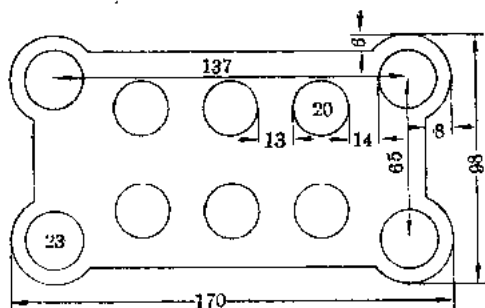

图 3
1. 活动横梁的上、下底 按图 3 在两张 170×95 [毫米]² 卡片纸上画出四边形状和立柱孔位置,再在其中作为上底的一张纸上按图 3 及表格中有关数据画出立柱圆孔和工作缸活塞孔,然后用刀片刻出各圆孔和四边凹曲形状。立柱孔要修得稍大于 $\phi 20$ 毫米(约 $\phi 23$ 毫米),活塞孔修到略大于 $\phi 18$ 毫米(约 $\phi 20$ 毫米)以保证活动横梁在立柱上能自由滑动。
i. 上横梁底板 用 170×95 [毫米]² 木板按图 3 制上横梁底板, 将立柱和工作缸活塞位置画出, 并用钢丝锯锯出孔眼和边缘凹凸形状。